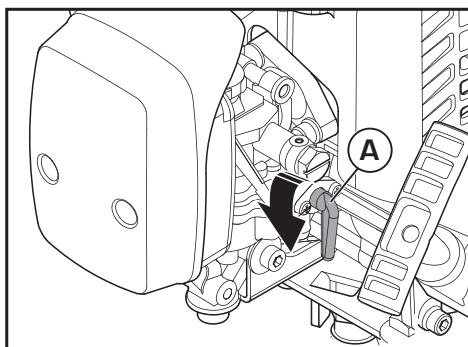
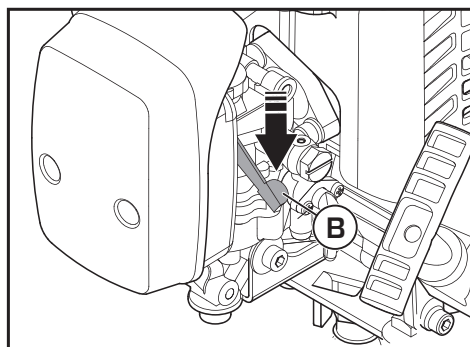
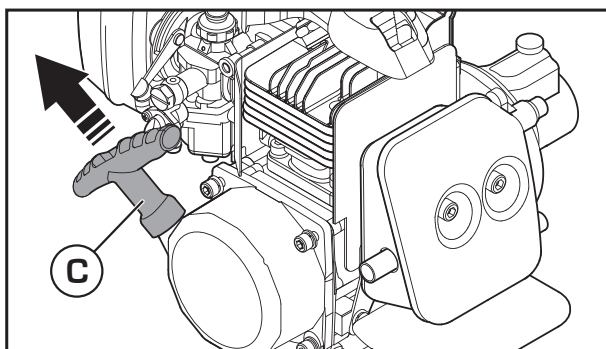

Figura 9
Figura 10
Figura 11
1. Coloque la máquina sobre una superficie dura y nivelada. **2.** Coloque el interruptor de encendido en la posición encendido "I". **3.** Abra la válvula del tanque de combustible (A) girando la perilla a la posición vertical (Figura 9 - página 12). **4.** Coloque la palanca del cebador (B) en la posición cerrado | \ (Figura 10 - página 12). **5.** Tire de la empuñadura de arranque (C) (Figura 11 - página 12) hasta sentir un punto de resistencia (aproximadamente 5 cm). Luego tire con firmeza por unas 4 veces. La máquina debe arrancar. **6.** Una vez arrancado el motor coloque la palanca del cebador en la posición abierto | / y espere que el motor se caliente por aproximadamente 10 segundos. **7.** Si el motor no arranca repita los pasos 5 y 6 descritos anteriormente.